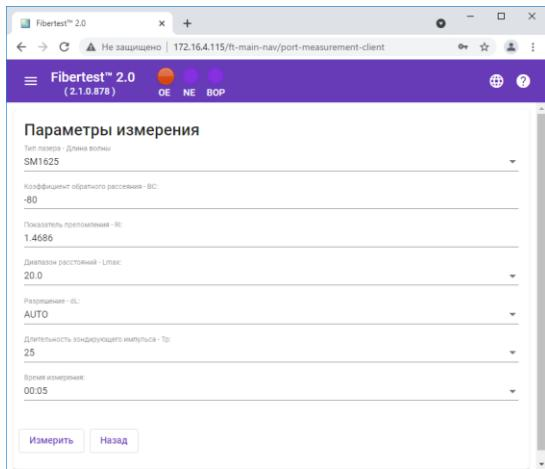

Рисунок 17-29.
2.7. Пункт меню трассы «Измерение (Client)». Происходит переход в окно **Рисунок 17-29**, где пользователь задает параметры измерения. После окончания измерения в веб-браузере откроется новое окно, в котором отобразится измеренная рефлектограмма.